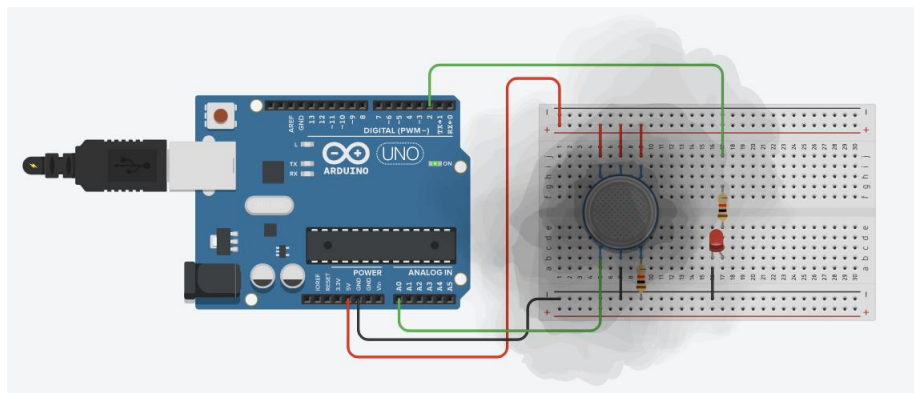

Рисунок 3.5 – Схема з датчиком диму
У цьому прикладі (рис. 3.5) створюється схема з датчиком диму та світлодіодом.
3.3.2 Створити схему, як зображено на рис. 3.5 та додати код.